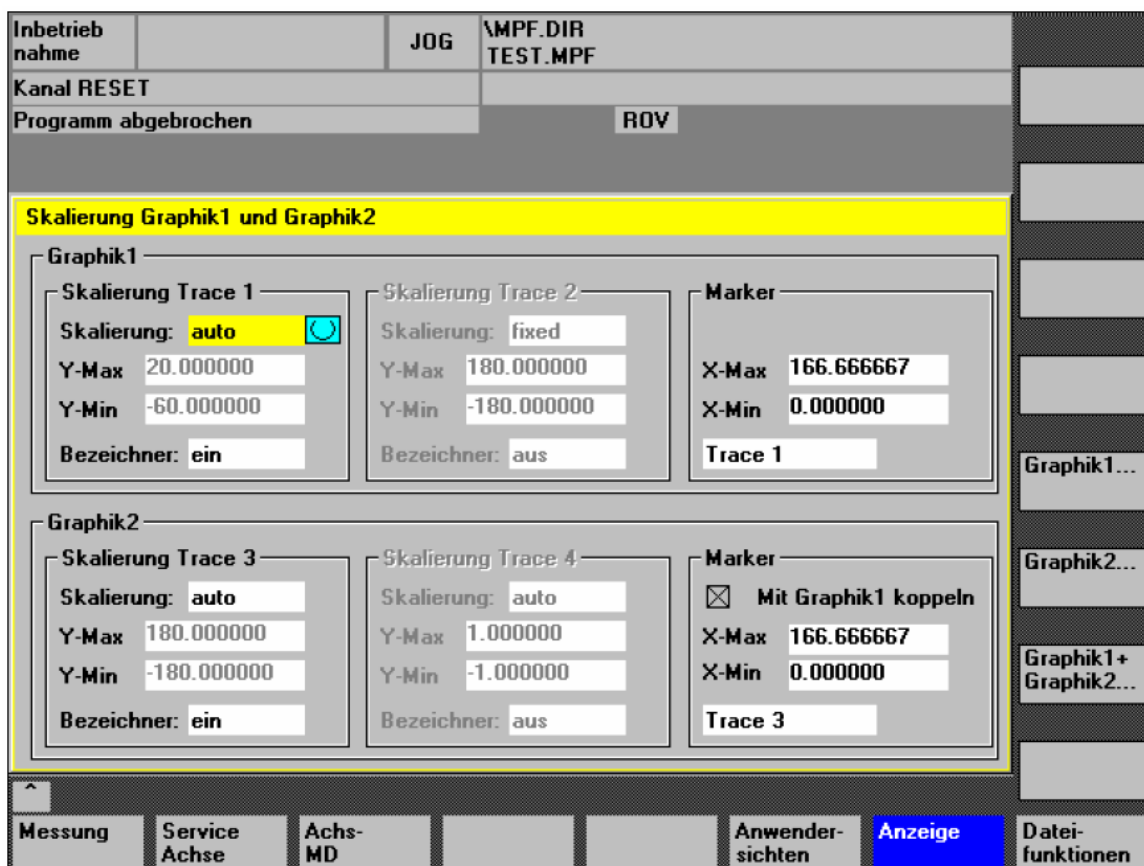

Рис. 13-7 Меню: масштабирование графиков
- переключение индикации с двух на один график и наоборот (эта функция имеется и в меню масштабирования, рис. 13-7, стр. 13-432)